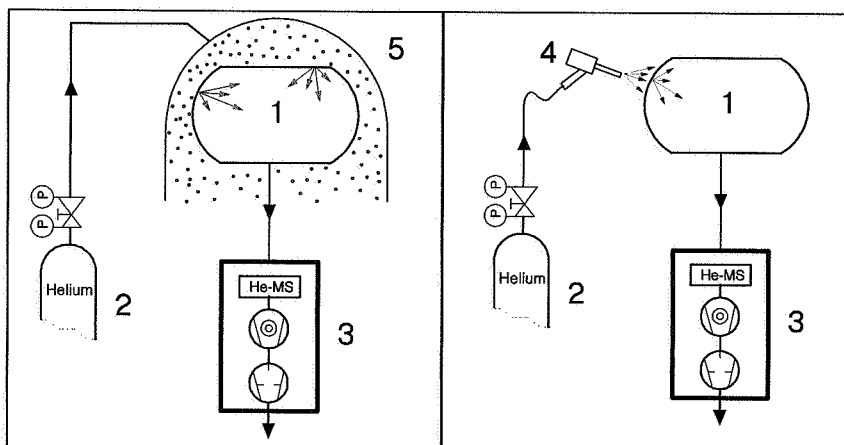

Abb. 1: Integrale (links) und lokale Prüfung (rechts)
- Wird eine lokale Prüfung (= Auffinden der Leckstelle) oder integrale Prüfung (= Gesamtdichtheit des Bauteils) gefordert (Abb. 1)?